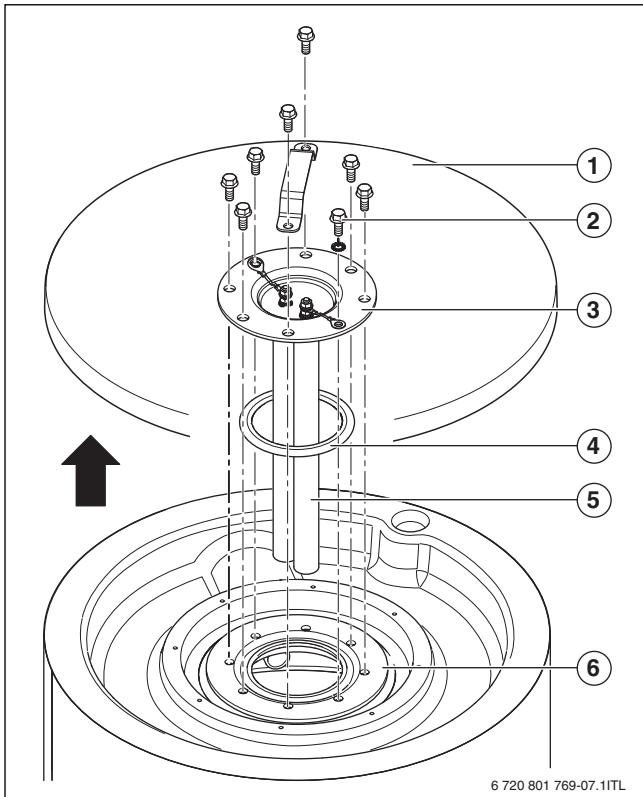
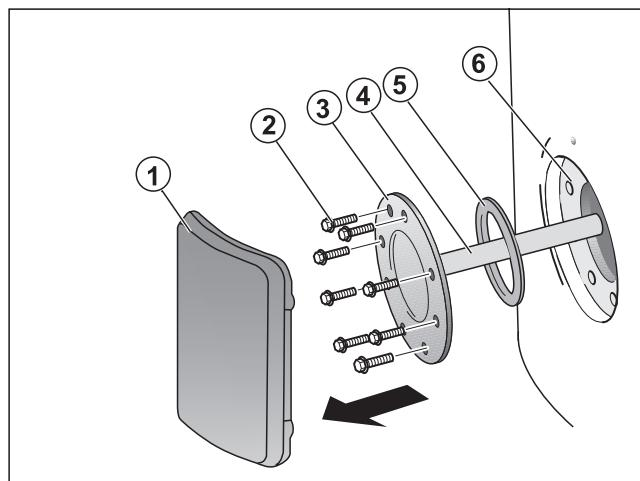

Fig. 17 Desmontar la tapa del registro de acceso manual SU54/5
Fig. 18 Desmontar la tapa del registro de acceso manual SU80/5, SU100/5
- ▶ Retirar la tapa del revestimiento PS (SU54/5) (→ fig. 17, pág. 32, [1]) o el recubrimiento de la tapa del punto de acceso manual (SU80/5, SU100/5) (→ fig. 18, pág. 32, [1]) del acumulador de agua caliente.
- Desmontar la tapa del registro de acceso manual (→ fig. 17, pág. 32) si aún no se ha hecho.